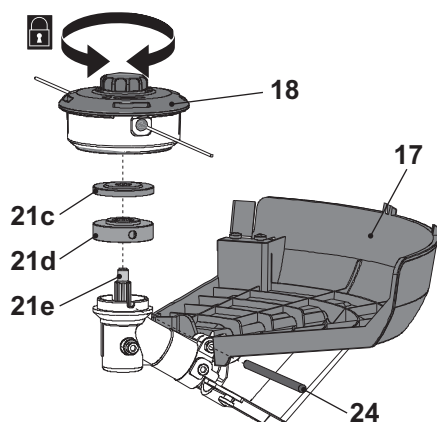

Fig. 8
1. Assurez-vous que le carter (17) est bien fixé.
3. Insérez la tige de verrouillage de la broche (24) dans le trou pour bloquer la broche (21e).
5. Vissez la tête de coupe (18) sur la broche (21e) et serrez-la à la main dans le sens inverse des aiguilles d'une montre.
6. Retirez la tige de verrouillage de la broche (24) (Fig. 8).